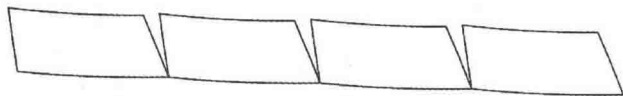

图6-54 腰贴处理步骤1
(8) 腰贴。
①选择 【移动】工具，按住【Shift】键，进入【复制】功能。把腰贴部分复制到空白处（图6-54）。